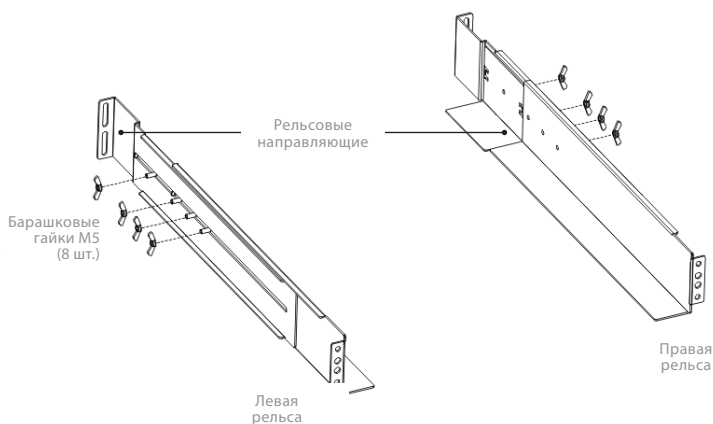

Рис. 1. Крепление направляющих
- а. Установите левую и правую рельсу на задние направляющие, как показано на рис.1. Не затягивайте винты.
- в. Затяните четыре барашковые гайки M5 сбоку от направляющей (см. рис. 1).